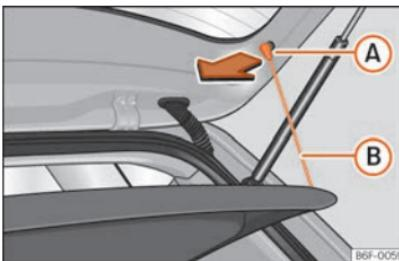

Fig. 115 En el maletero: desmontar y montar la bandeja.
- Desenganche los tirantes de sujeción **»» fig. 115 B** de los alojamientos **A**.
- Enganche los tirantes de sujeción »» **fig. 115 B** en el portón trasero.